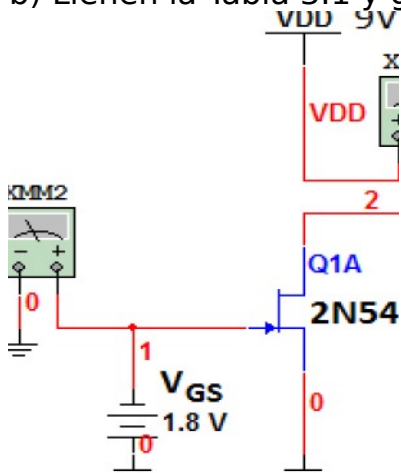

Figura 3.2 Circuito del JFET de canal N para obtener la curva I_D contra V_{GS} .
- b) Llenen la Tabla 3.1 y grafiquen para la Figura 3.2.